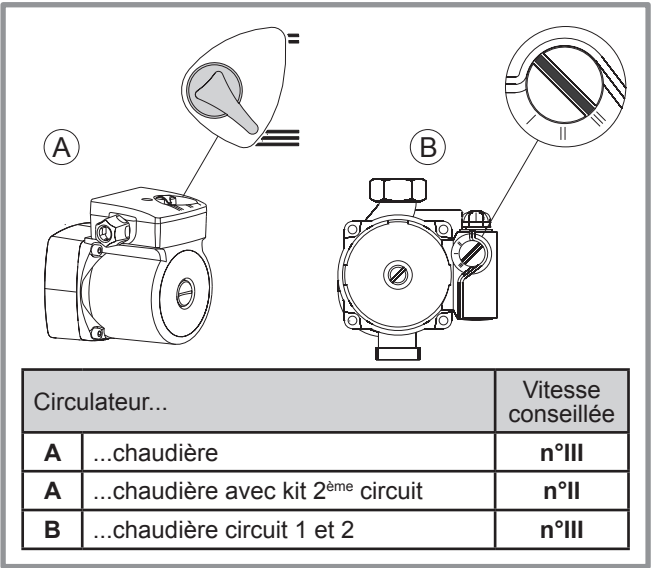

Figure 28 - Vitesse de circulation conseillée
- Vérifier la vitesse des circulateurs (Figure 28).